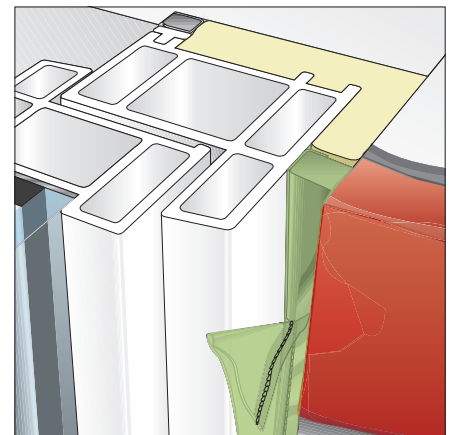

Bild 4: Isometrie eines Systems mit illbruck TP601 illmod a, illbruck FM210 Fensterschaum und illbruck TP001 illmod i.
- Nun schließt das aktivierte Band die Fuge (Bild 4).